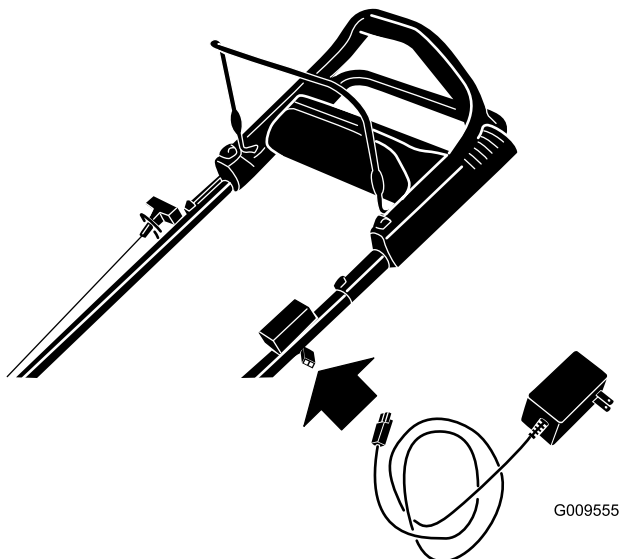

Figura 33
1. Collegare il caricabatterie al cablaggio, situato sotto la chiave di accensione (Figura 33).